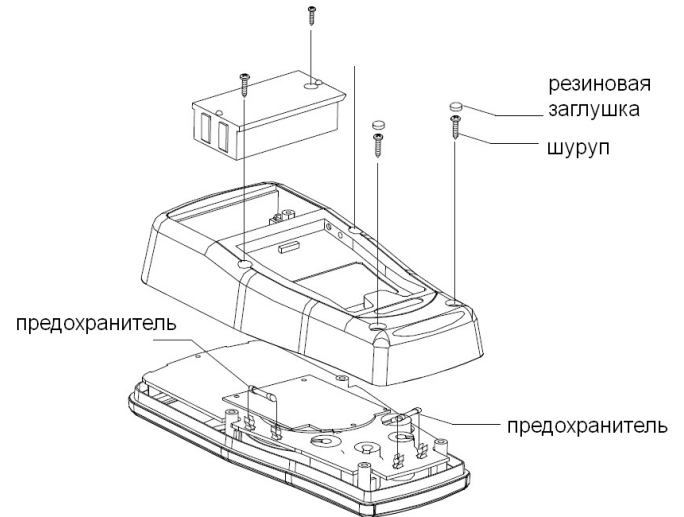

Рисунок 10
**В. Замена батареи (рисунок 10)**
**С. Замена предохранителя (рисунок 10)**